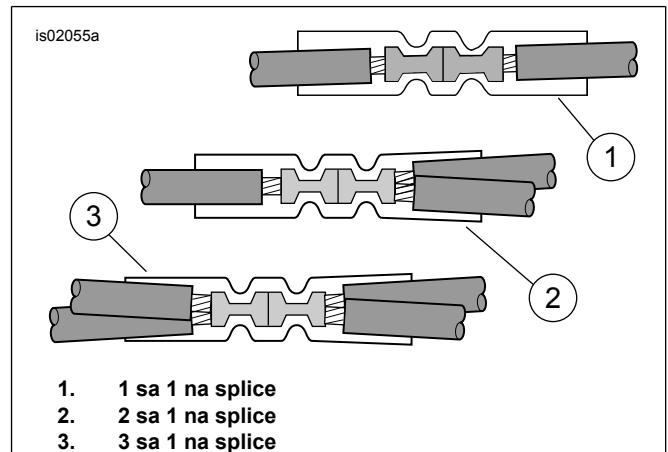

Figure 7. Mga Splice na Kumpigurasyon
- Tingnan ang Figure 22 . Kumuha ng isang selyadong splice na pangkonekta (3) mula sa kit. Tingnan Figure 7 , ang dalawa sa isang splice na kumpigurasyon. Ikabit ang wire harness power lead ng napapainit na hand grip, sa mga pangunahing harness na kahel/puting wire ayon sa mga tagubilin sa appendix ng manwal ng serbisyo.
6. Tingnan ang Figure 22 . Kumuha ng isang selyadong splice na pangkonekta (3) mula sa kit. Tingnan Figure 7 , ang isa sa isang splice na kumpigurasyon. Ikabit ang wire harness power lead ng napapainit na hand grip, sa adapter wire ayon sa mga tagubilin sa appendix ng manwal ng serbisyo.
3. Tingnan ang Figure 22 . Kumuha ng isang selyadong splice na pangkonekta (3) mula sa kit. Tingnan Figure 7 , ang dalawa sa isang splice na kumpigurasyon. Ikabit ang wire harness power lead ng napapainit na hand grip, sa pinutol na kahel/puting kawad ayon sa mga tagubilin sa appendix ng manwal ng serbisyo.
3. Tingnan ang Figure 22 . Kumuha ng isang selyadong splice na pangkonekta (3) mula sa kit. Tingnan Figure 7 , ang dalawa sa isang splice na kumpigurasyon. Ikabit ang wire harness power lead ng napapainit na hand grip, sa mga pangunahing harness na kahel/puting wire ayon sa mga tagubilin sa appendix ng manwal ng serbisyo.
- Tingnan ang Figure 22 . Kumuha ng isang selyadong splice na pangkonekta (3) mula sa kit. Tingnan Figure 7 , ang dalawa sa isang splice na kumpigurasyon. Ikabit ang wire harness power lead ng napapainit na hand grip, sa mga pangunahing harness na kahel/puting wire ayon sa mga tagubilin sa appendix ng manual ng serbisyo.
- Ikabit ang 2A fuse (12) mula sa kit papunta sa fuse cavity para makumpleto ang circuit.